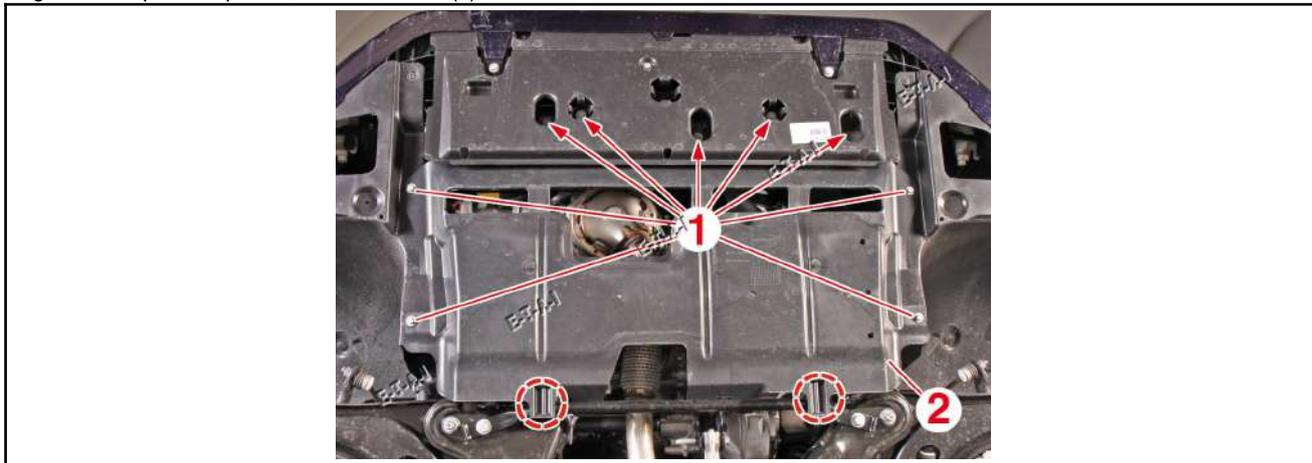

Fig.1
- Selon équipement, déposer les vis (1)(Fig.1).
- Dégraffer et déposer la protection sous moteur (2).